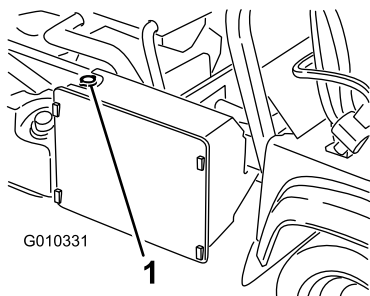

Figura 77
3. Togliete il tappo del radiatore (Figura 77).
7. Finite di riempire il radiatore e rimontate il tappo (Figura 77).
4. Togliete il tappo dal serbatoio di riserva del refrigerante (Figura 77).